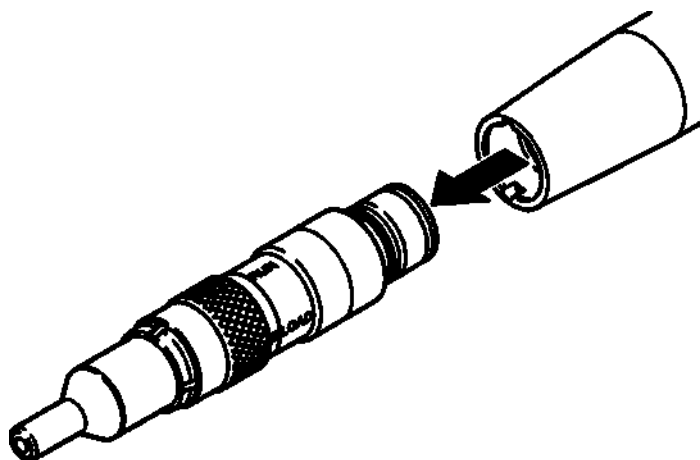

Рис. 5 – Извлечение патрона
3. Возьмитесь за патрон и извлеките ее из рукоятки (Рис. 5).